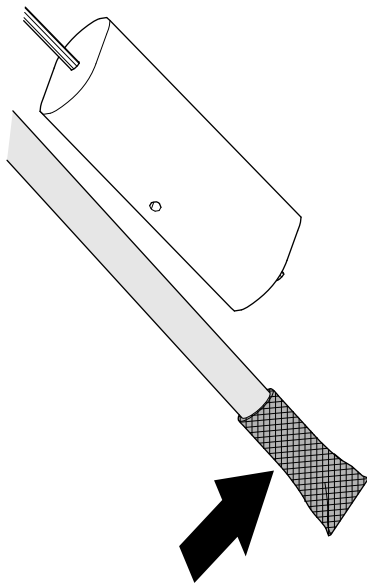

図 122
1. 燃料供給チューブについているスクリーンを洗浄する **図 122**。